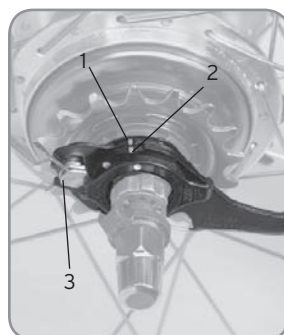

Figura 23. Roldana e eixo dentado
2. Alinhe o indicador na roldana do cubo da roda traseiro (Figura 23) com o eixo dentado.